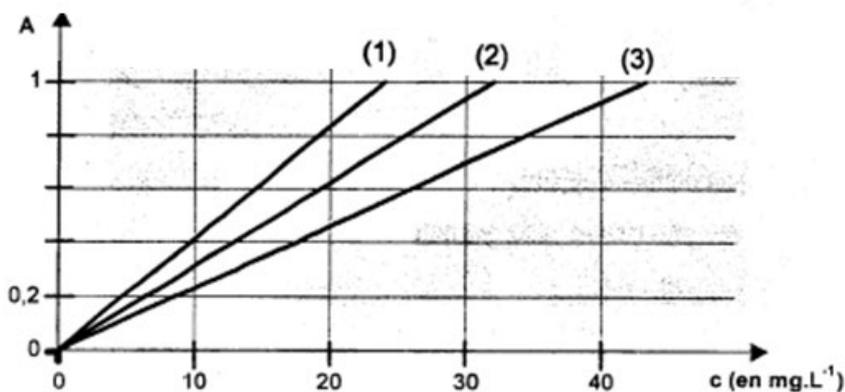

figure 3
2.5. Dans la figure 3, la droite n°2 correspond à un étalonnage à 271 nm.